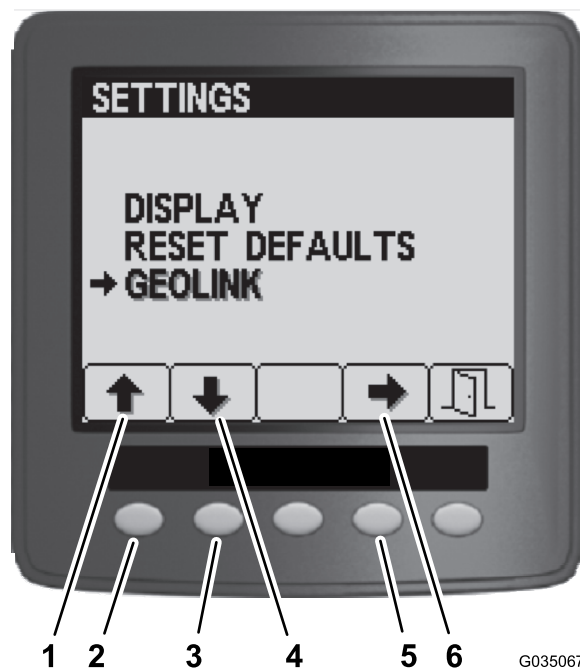

Figura 151
4. Nel menu Impostazioni, premete il pulsante 1 o il pulsante 2 fino a quando non viene evidenziata l'opzione GeoLink e premete il pulsante 4 per navigare al menu GeoLink (Figura 151).